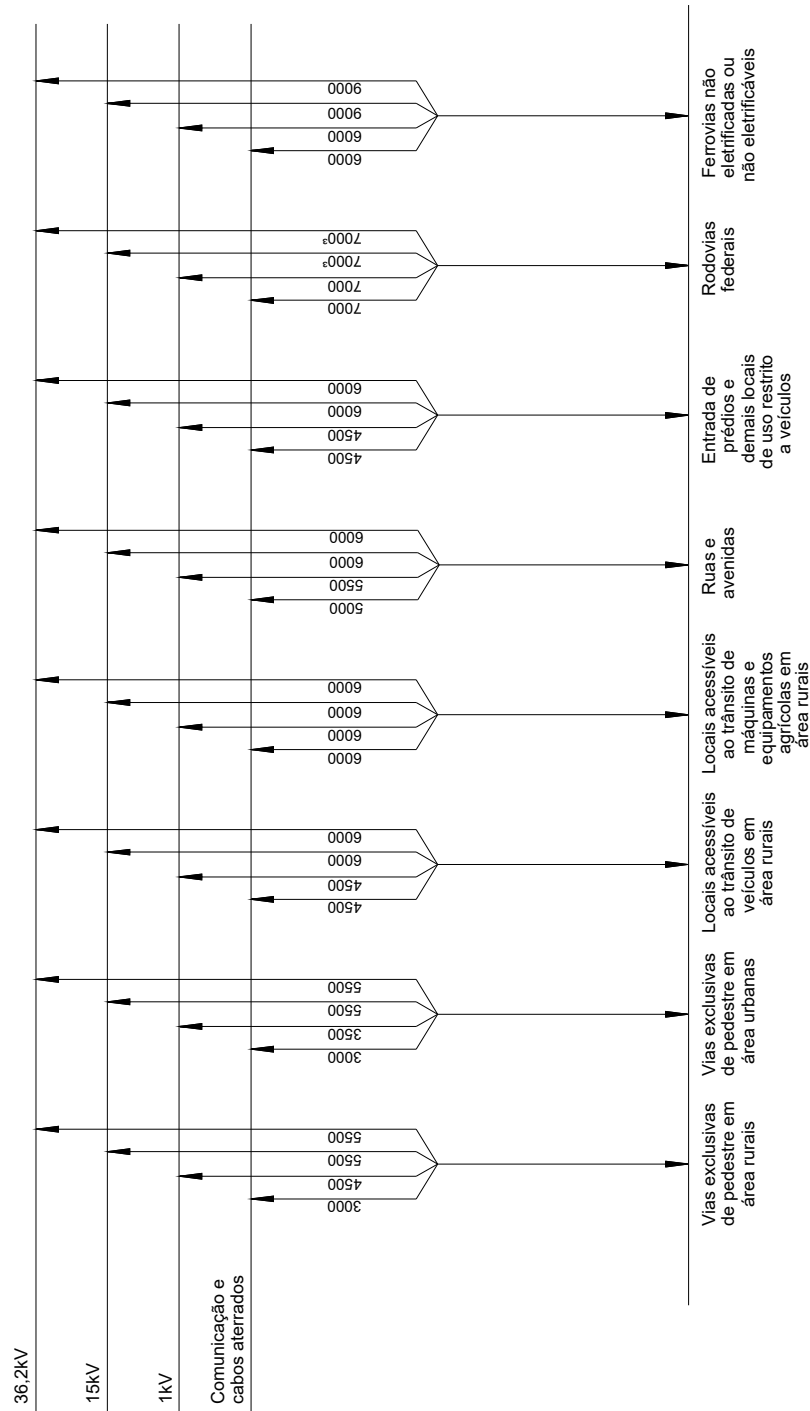

Figura 4 – Afastamentos mínimos – Condutor ao solo
2. A altura mínima  $h$  corresponde à flecha máxima é indicada na Tabela 3 e Figura 4.
1. A altura  $h$  corresponde a flecha máxima, conforme Figura 4 e Tabela 3;
1. A altura h corresponde a flecha máxima, conforme Figura 4 e Tabela 3;